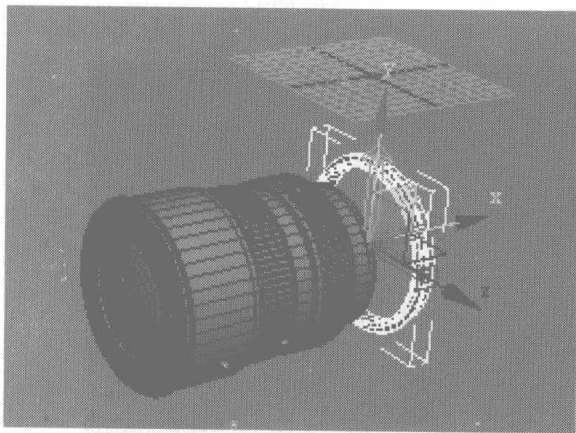

图 6.488
- 86** 在 Modifier List 选项栏中选择 Lathe 命令，为其添加一个旋转命令，在 Parameters 卷展栏中单击 按钮，再在堆栈栏中打开 Lathe 层级，并选择 Axis 命令，在 Front 视图中缩放该物体，如图 6.488 所示。